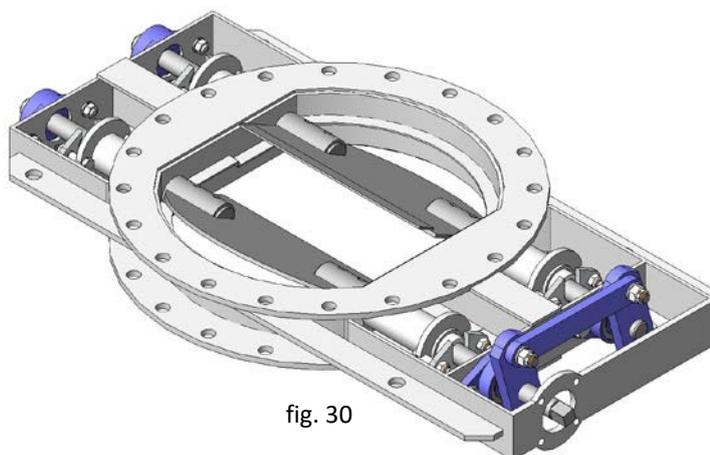

fig. 30
- Barra quadrada de vedação (fig. 30)